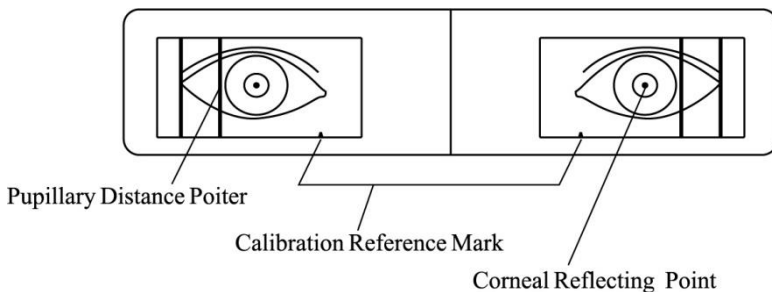
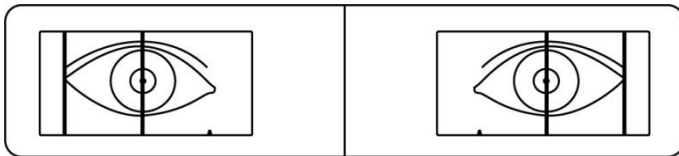

Fig. 7a (Perspectiva pe care o observă testerul prin fereastra de măsurare)
Fig.7b (indicatoarele din stânga și din dreapta coincid cu punctele luminoase reflectorizante)
d. Testerul observă punctul luminii care reflectă pe pupila testatului prin fereastra de măsurare. Glisați tastele de măsurare a pupilelor din stânga și din dreapta, indicatoarele distanței pupilare din stânga și din dreapta vor coincide cu punctele de lumină reflectorizante ale pupilelor din stânga și, respectiv, din dreapta (după cum se arată în Fig.7a și Fig.7b). Datele afișate în fereastra de afișare sunt distanța pupilară măsurată.